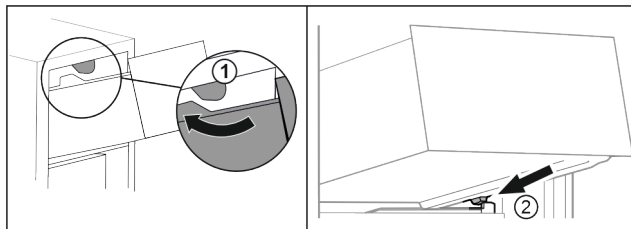

Fig. 63
- ▶ Ved'te zásuvku podél horních zárážek. Fig. 63 (1)
- ▶ Nasad'te zásuvku šikmo za dolní zárážky na žebrování na nádobu. Fig. 63 (2)